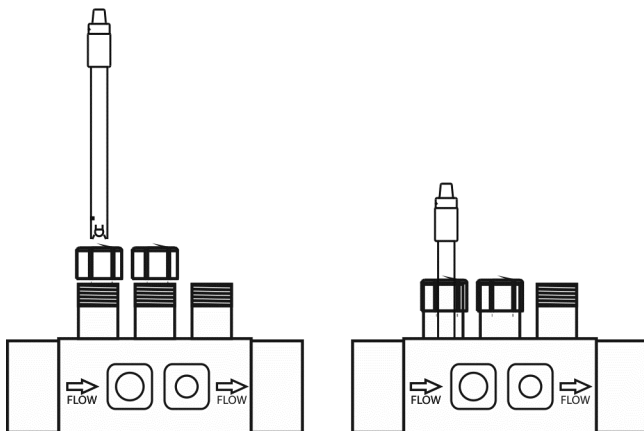

Fig. 12
1. Insertar el sensor de pH suministrado con el equipo en el correspondiente alojamiento del portasondas. (Fig. 12)